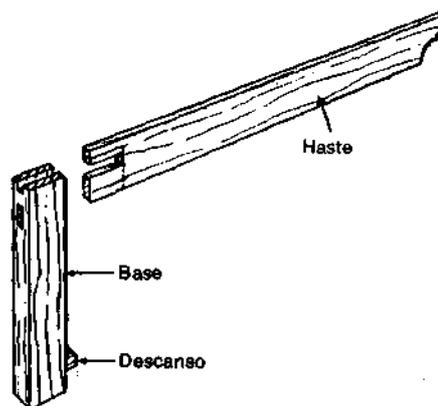

Fig. 65 — Como devem ser o furo e a espiga do esquadro de madeira.
*Construção do esquadro* — (Fig. 65).